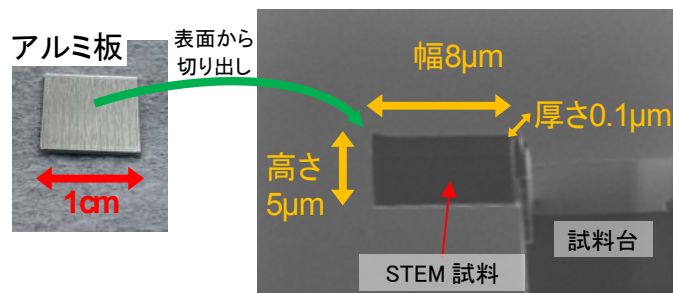

図 1 試料のアルミ板(左図)と FIB により薄片化した STEM 試料(右図)
1. アルミ板(図 1 左)の表面から FIB を用いて試料を切り出し試料台に固定
2. 固定した試料を厚さ $0.1\mu\text{m}$ まで薄片化(図 1 右)